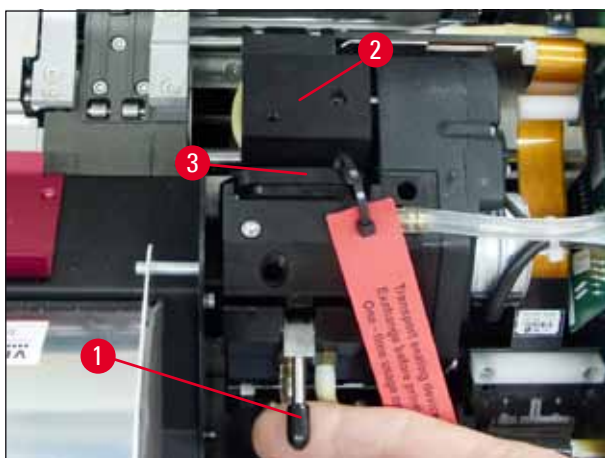

Fig. 34
4. Printheadet (→ "Fig. 34-2") kører opad til en position ca. 1 cm fra tætningskanten (→ "Fig. 34").